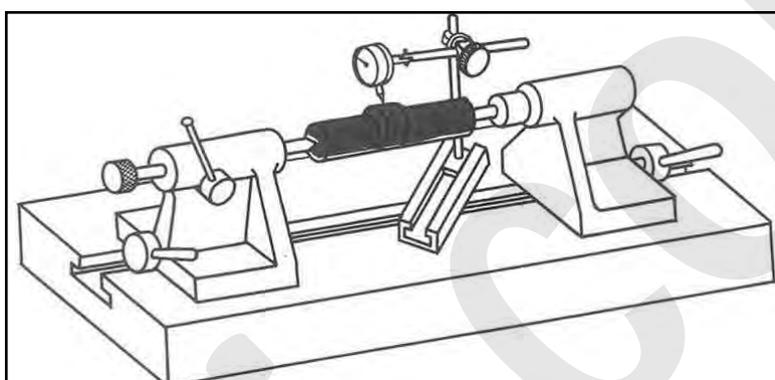

Figura 30 – Verifica eccentricità del pezzo.
4. **Se necessario, verificare l'eccentricità del pezzo**, utilizzando un comparatore e facendo ruotare lentamente il pezzo (a mano) dopo averlo fissato tra le punte (Figura 30).